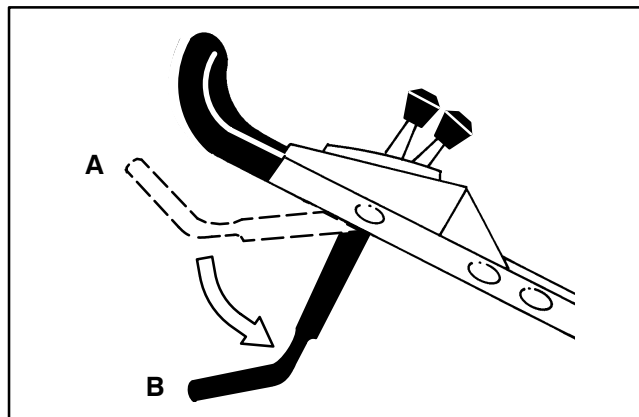

Abbildung 18
7. Die Schaltleiste in ihre tiefste Stellung bringen (Abb. 18, Stellung B).
3. Die Schaltleiste (Abb. 18) abwärts in die tiefstmögliche Stellung drücken.